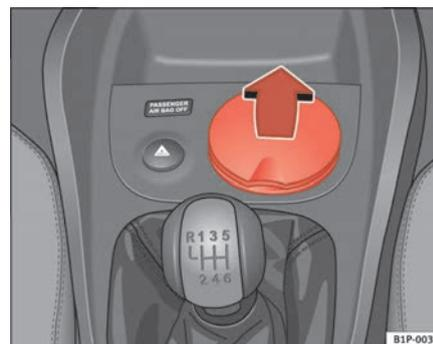

Abb. 99 Aschenbecher im Getränkehalter vorne
- Zum Öffnen des Aschenbechers den Deckel anheben ⇒ Abb. 99.